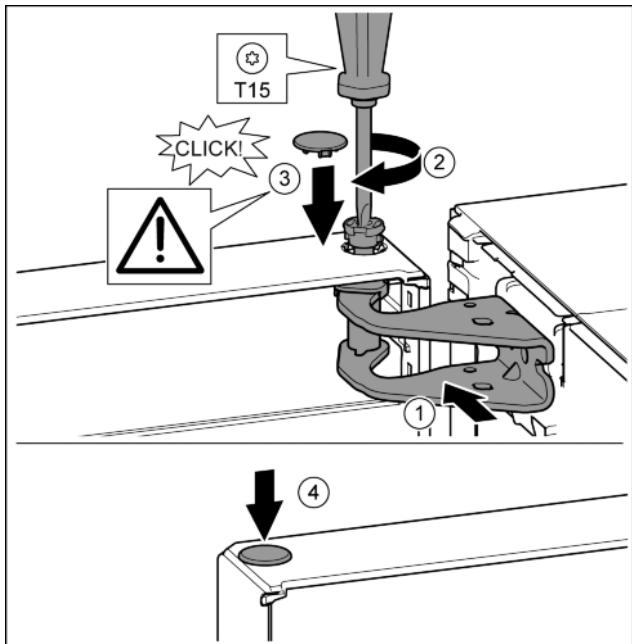

Fig. 23
- Aliniați ușa sus spre deschizătură în suportul de lagăr. Fig. 23 (1)
- Introduceți bolțul și înșurubați-l ferm cu șurubelnită T15. Fig. 23 (2)
- Montarea capacului de siguranță pentru siguranța ușii: Introduceți capacul de siguranță și controlați dacă este așezat pe ușă. În caz contrar, introduceți complet bolțul. Fig. 23 (3)
- Introduceți dopul. Fig. 23 (4)